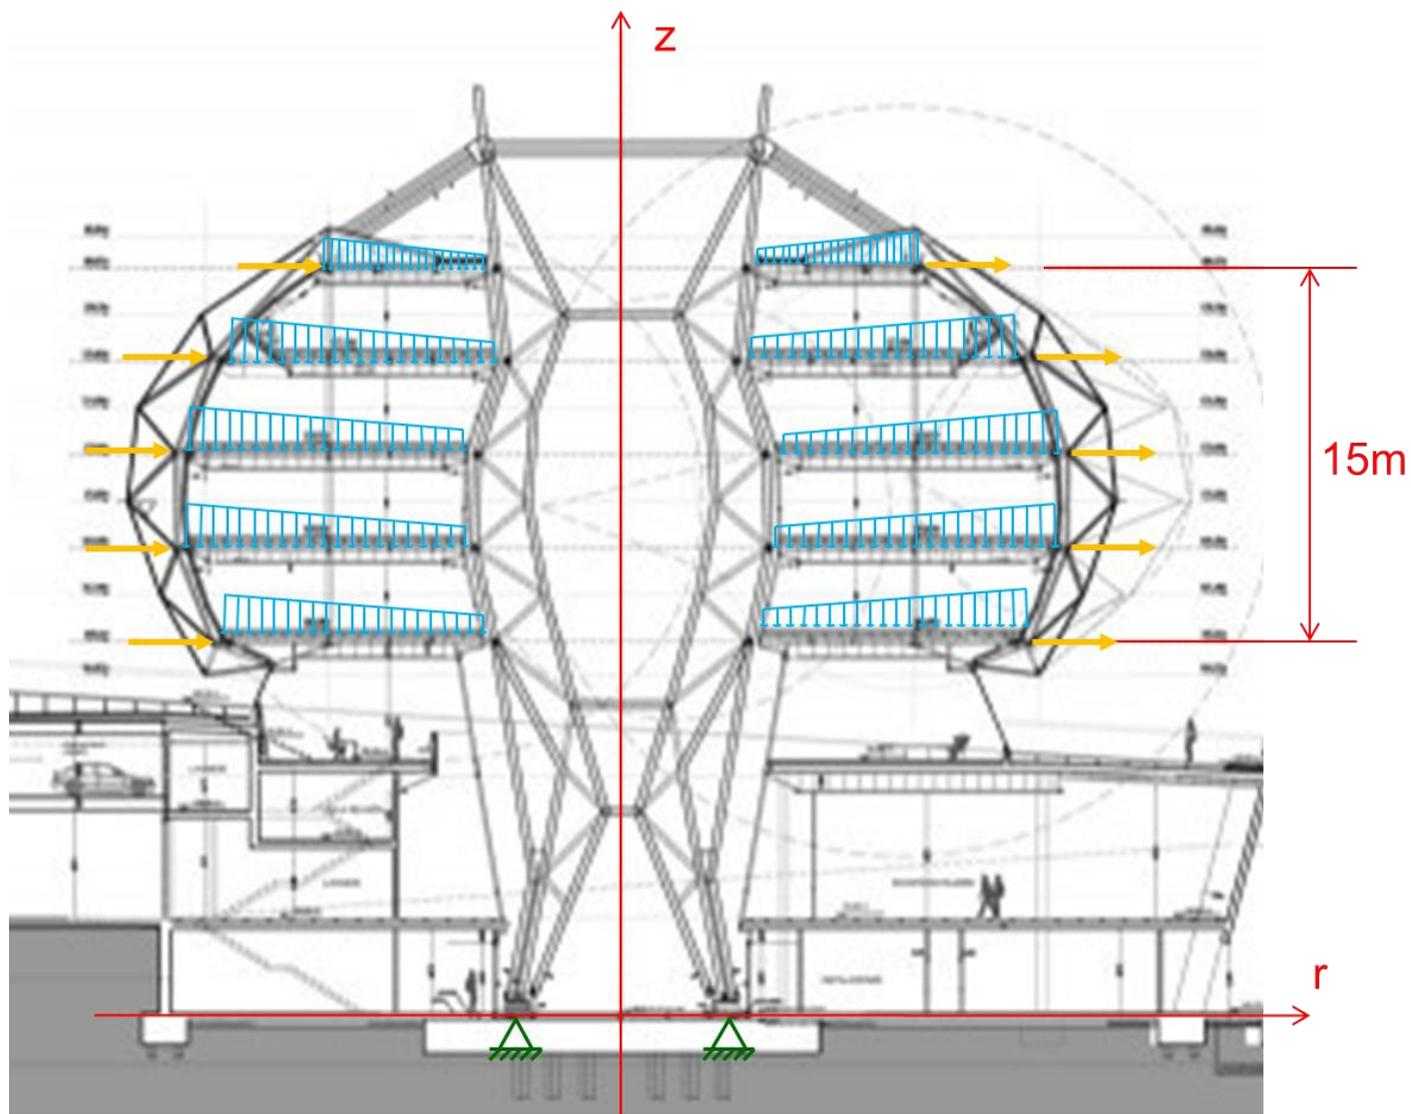

Figura 4. Seção transversal do edifício, carregamentos e vínculos considerados.
3. Embora o comportamento do edifício seja essencialmente tridimensional, defina um sistema estrutural bidimensional (2D), livremente inspirado na seção transversal mostrada na Figura 4. Admita que exista simetria da geometria em relação ao eixo vertical (eixo z da Figura 4). Desconsidere o domo geodésico de fixação da tela de revestimento.
5. Faça uma estimativa dos esforços nos membros das treliças centrais e externas. Considerando que todos os pavimentos sejam carregados com uma carga de projeto que inclua o peso próprio dos pavimentos e a máxima carga de utilização, e admita que as larguras das zonas de influência das vigas (que no modelo 2D representam os pavimentos) sejam proporcionais à distância ao eixo central do modelo, conforme se esquematiza na Figura 4. Despreze o peso próprio das treliças.